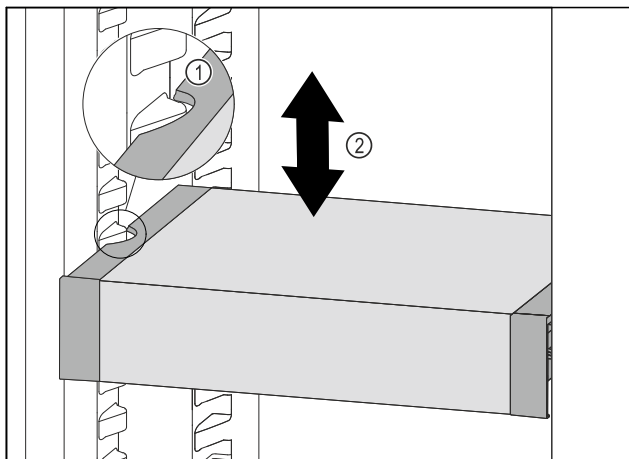

Fig. 51
- ▶ Тяните VarioSafe вперед, пока боковые выемки VarioSafe не окажутся на высоте выступа резервуара в холодильном отделении. Fig. 51 (1)
- ▶ Двигайте VarioSafe в холодильном отделении вверх или вниз, пока не будет достигнута требуемая высота. Fig. 51 (2)